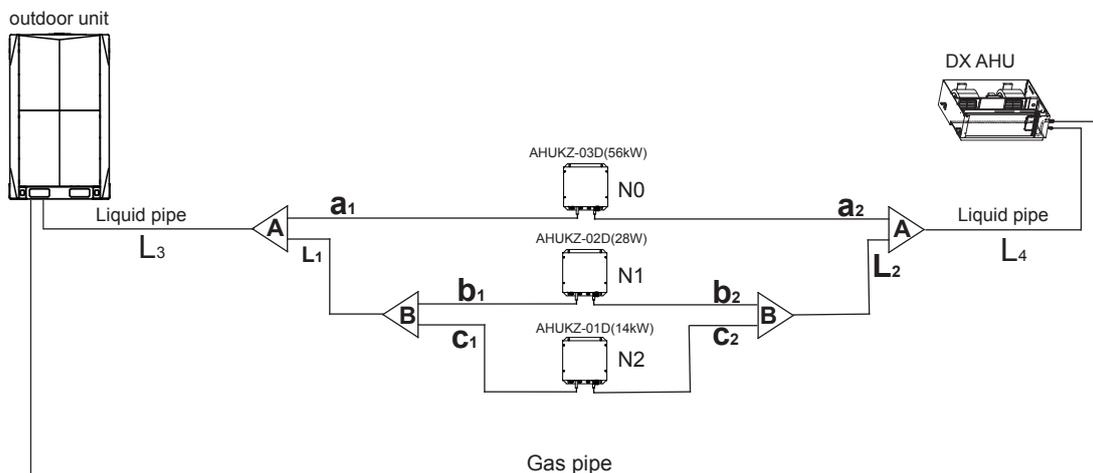

Figura 3-7
e.x.1: Fare riferimento alla Figura 3-7, la capacità della centralina a valle a L4 è di 560+280+140=980, il tubo è Φ19,1.